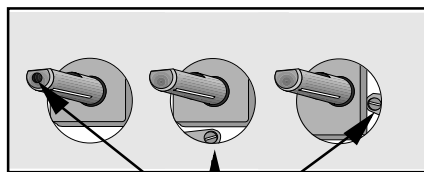

Рис. 3
- Тонкой отверткой отрегулируйте положение винта обводного клапана (см. рис. 3). При переоборудовании с природного газа давлением 20 мбар на сжиженный нефтяной газ (LPG) закрутите регулировочный винт до упора. При переоборудовании со сжиженного нефтяного газа (LPG) на природный газ давлением 20 мбар открутите винт